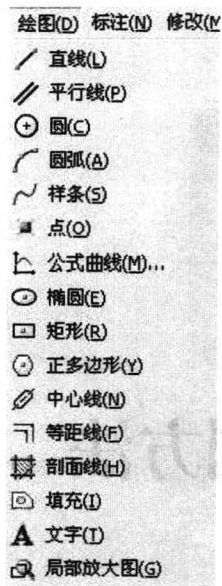

图 2-1 【绘图】菜单
1. 绘制一般平面图形的命令列于【绘图】菜单中, 如图 2-1 所示。